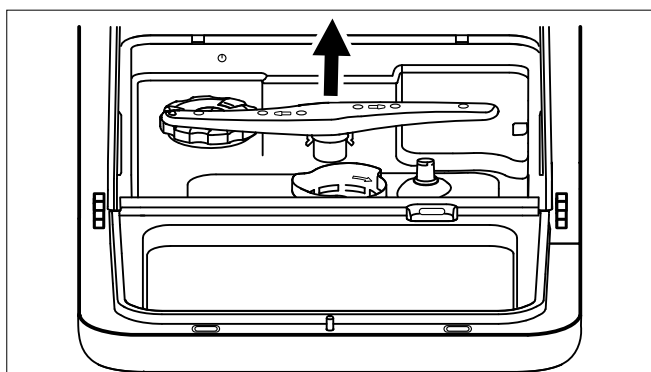

Fig. 25 – Rimozione dell'irroratore
- ▶ Rimuovere l'irroratore (4) all'interno dell'apparecchio (vedere **Fig. 25**) per pulirlo. A tale scopo sollevarlo leggermente ed estrarlo. Pulire l'irroratore sotto acqua corrente verificando che le aperture non siano ostruite. In seguito rimontarlo.